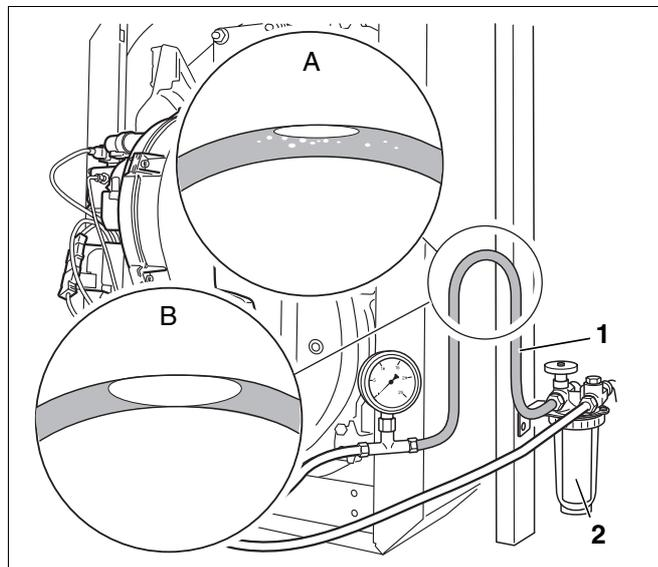

Fig. 79 Fissare in alto il tubo flessibile trasparente (rappresentazione di principio)
- Inserire il flessibile trasparente (fig. 79, **pos. 1**) nella tubazione di aspirazione dietro al filtro gasolio (fig. 79, **pos. 2**).
- Fissare in alto un passante del flessibile trasparente nel modo indicato (fig. 79).
- Eseguire un controllo visivo della quantità d'aria che si sta formando (fig. 79, **ingrandimento A e B**).
Se nel punto più alto della curva si accumula soltanto una piccola quantità d'aria (fig. 79, **ingrandimento A**) la tenuta della condotta del gasolio è sufficientemente stagna.
In caso di grosse bolle d'aria (fig. 79, **ingrandimento B**) la condotta d'aspirazione e/o i collegamenti non sono ermetici.